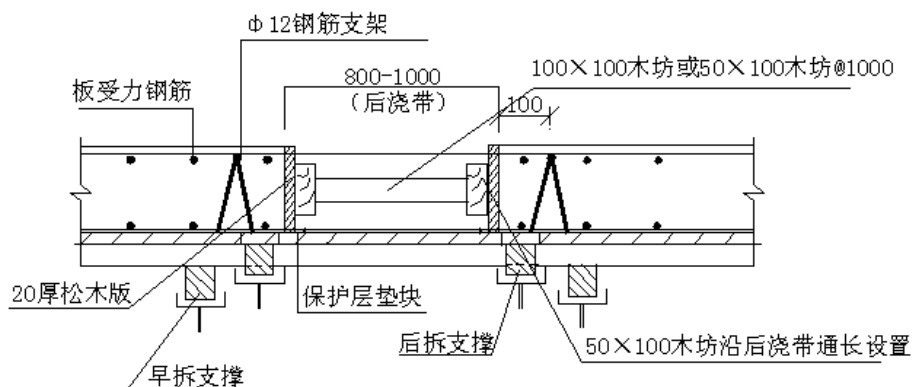

图 8
5.4.1 当板的架立筋 $\leq \phi 8$ 时，为保证板钢筋骨架的位置，可采用 $\phi 12$ 钢筋通长设置于后浇带边线外 100mm 处，顺后浇带方向布设，而后用 $\phi 12$ 钢筋支架架立，保证板面钢筋保护层厚度准确。后浇带侧模用 20mm 厚松木支设，松木板锯成小口，固定于后浇带侧面，用 50×100mm 木方通长加固。如图 8：